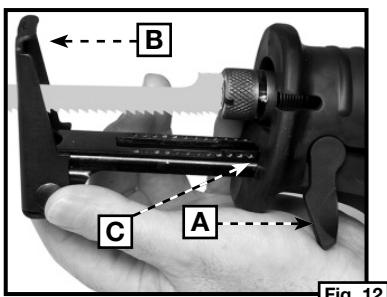
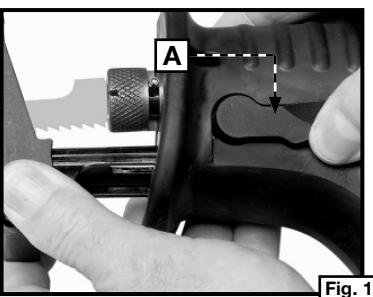

Fig. 12
Fig. 13
Pour ajuster, tourner le levier (A) Fig. 12. relâcher le soulier de guide de pivoting (B). Ajuster à la position désirée et au levier proche (A) Fig. 13. Le soulier de guide de pivoting de Quik Change™ de keyless est conçu avec une lèvre haussée (C) Fig. 12 à la fin qui empêche le soulier de guide de verrouiller en place s'il est hors étendu aussi loin. Après avoir ajusté, assure que le levier verrouillant est complètement rapproché la position fermée à clef (A) Fig. 12.